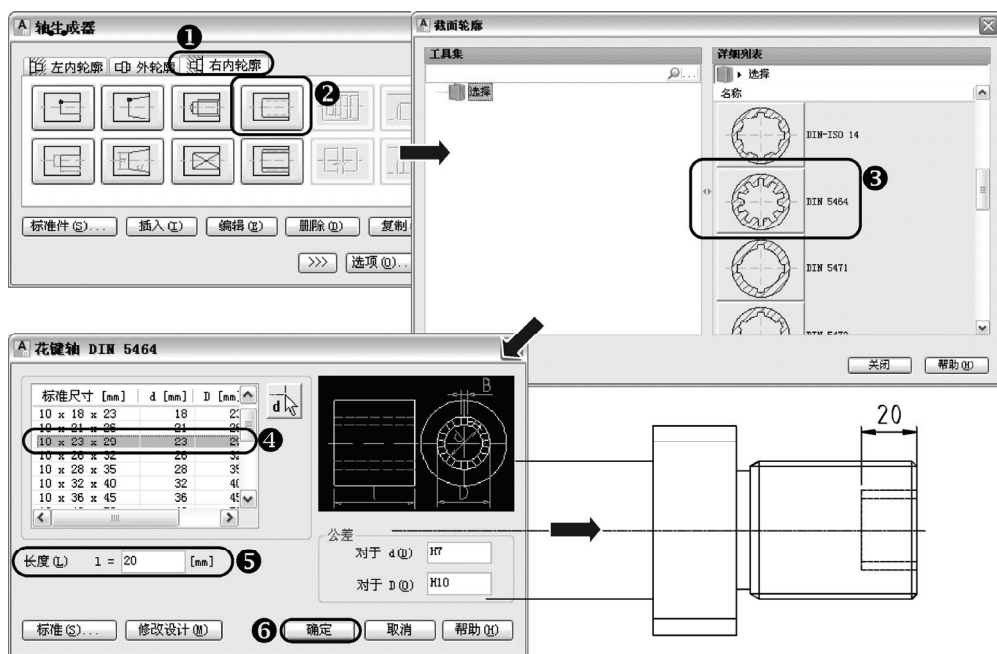

图 11-82 绘制花键轴
12) 在上一步返回的“轴生成器”对话框中, 在“右内轮廓”选项卡中选择“截面轮廓”工具按钮, 弹出“截面轮廓”对话框, 选择“DIN 5464”规格, 弹出“花键轴 DIN 5464”对话框, 在尺寸列表中选择“10 × 23 × 29”尺寸, 在“长度 L”选项中输入“20”, 单击“确定”按钮, 返回到“轴生成器”对话框, 如图 11-82 所示。